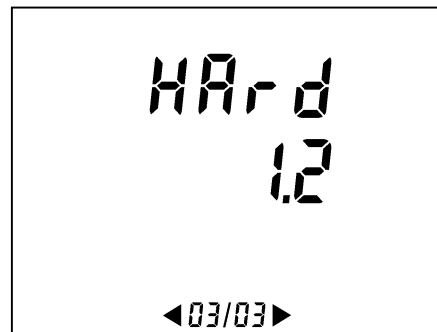

Abbildung 67: Nummer der Hardwareversion (Seite 3/3).
- Die Hardwareversion des Gerätes (*Hard* = *Hardware version*) (Abbildung 67: Nummer der Hardwareversion (Seite 3/3). HARD